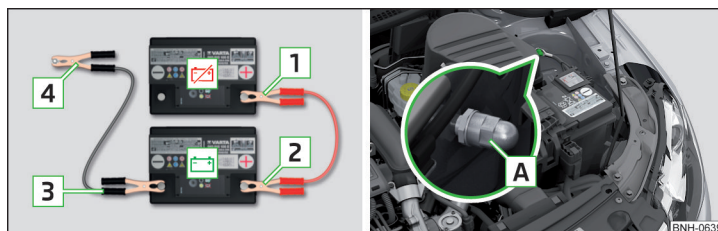

Fig. 250 **Pornirea asistată:** - bateria descărcată, - bateria furnizoare de curent/punctul de masă al motorului la sistem START-STOP
- La autovehiculele **cu** sistem START-STOP conectați clema **4** la punctul de masă al motorului **A** » fig. 250.